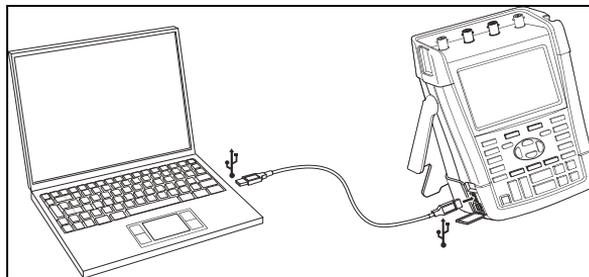

Figura 36. Collegamento a un computer
- Utilizzare un cavo di interfaccia da USB-A a mini-USB-B per collegare un computer alla PORTA mini-USB dello strumento di misura (vedere Figura 36).